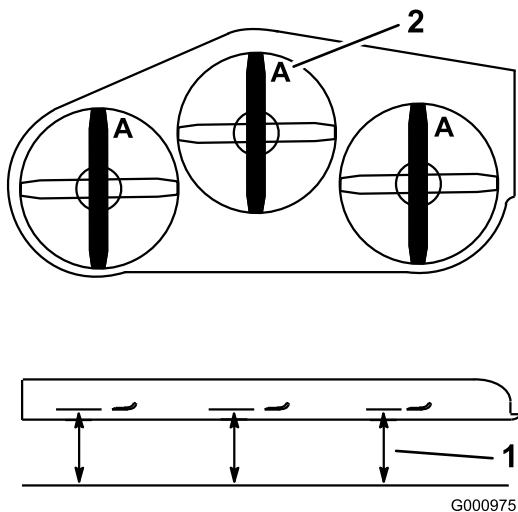

Figure 86
4. Mesurez la distance entre la surface plane et le tranchant (position **A**) des lames (Figure 86).